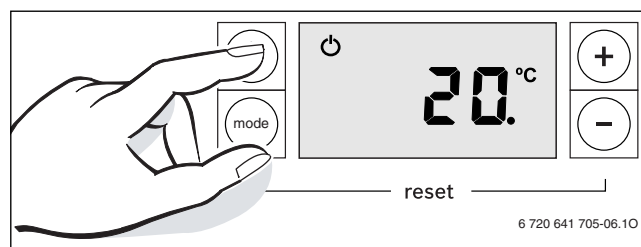

Fig. 23
- ▶ Porniți aparatul prin intermediul tastei stand-by (→ fig. 23).